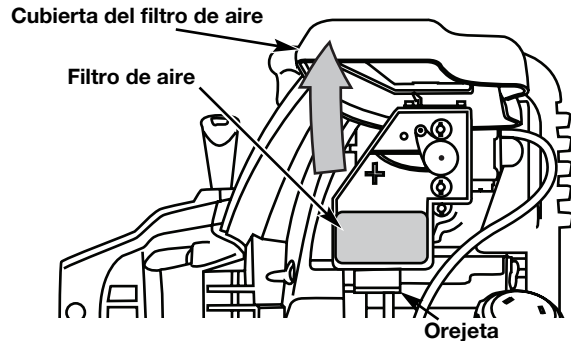

Fig. 44
1. Abra la tapa del filtro de aire. Empuje hacia adentro la lengüeta que está en lado inferior de la tapa. Después hable hacia afuera y arriba la tapa del filtro de aire. (Fig. 44).
2. Retire el filtro de aire (Fig. 44).
6. Vuelva a colocar el filtro (Fig. 44).